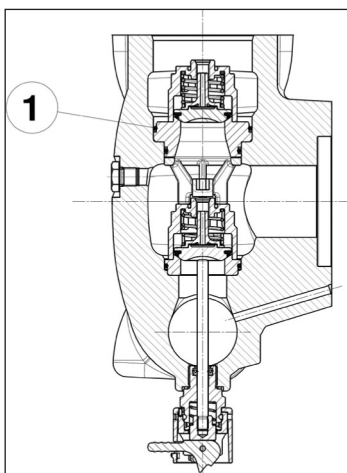

Abb. 101
Achten Sie besonders auf das Einsetzen des O-Rings Pos. ①, Abb. 101. Verwenden Sie das Werkzeug Art. 27516000 (in den Versionen mit Kolben-Ø: 40 - 45 - 50) oder Art.27516100 (in den Versionen mit Kolben-Ø: 55- 60- 65, damit der O-Ring beim Einsetzen nicht reißt.